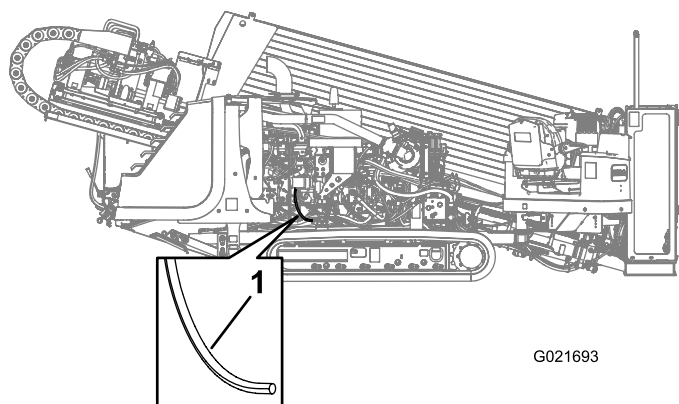

Figura 112
3. Tire suavemente hacia fuera del tubo de ventilación del cárter (Figura 112).
4. Limpie el extremo del tubo de ventilación del cárter (Figura 112).